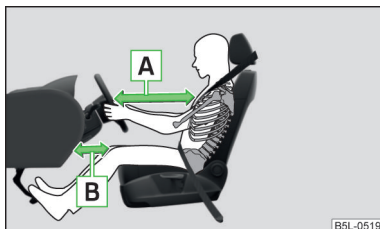

Fig. 103
- Ajuste el volante de tal modo que la distancia entre el volante y el esternón sea, como mínimo, de 25 cm  » fig. 103. Ajuste la distancia de las piernas hasta el tablero de instrumentos en la zona del airbag de rodillas de forma que sea al menos de 10 cm . Si no respeta la distancia mínima, el sistema de airbag no podrá protegerle. ¡Peligro de muerte!